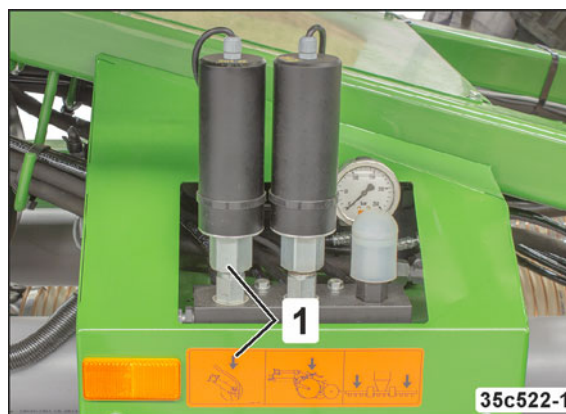

Fig. 112
- en servomotor (Fig. 112/1, option), som betjenes via AMATRON 3 i traktorkabinen.